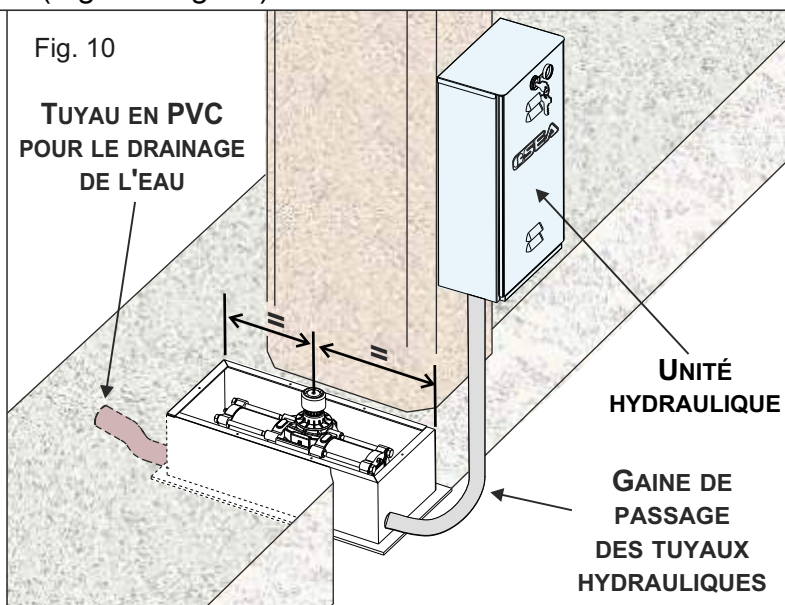

Fig. 11
- 2.4. Avant de cimenter le caisson de fondation, assurez-vous qu'il est parfaitement horizontal et perpendiculaire à l'axe du portail, à l'aide d'un niveau (Fig. 11 - Fig. 12)